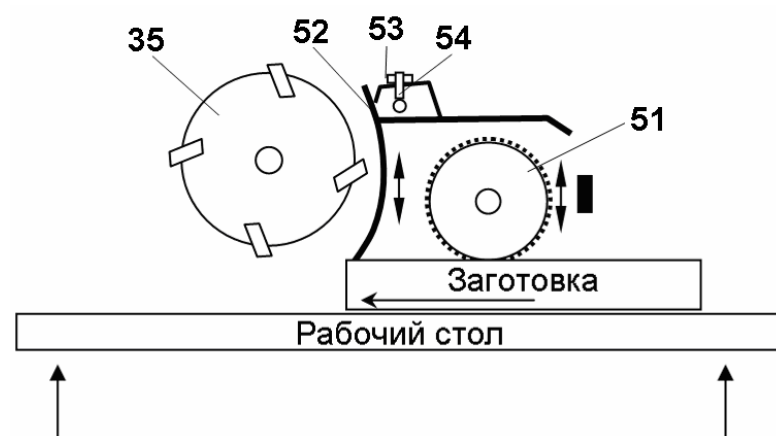

Рис.19
- ослабить положение двух гаек (53);
- регулировочными винтами (54) установить положение стружколома (52). Расстояние между рабочим столом и стружколомом (52) не должно быть меньше, чем высота заготовки минус 3мм.
Для уменьшения нагрузки оператора при ручной подаче заготовки к подающему ролику (51) с максимальной глубиной строгания, Рис.19:
- установите заготовку на рабочий стол, опустите (поднимите) рабочий стол так, чтобы максимально толстая часть заготовки с минимальным зазором проходила между рабочим столом и блоком строгального вала (35), запомните показание шкалы (9);
- продвиньте конец заготовки под стружколом (52), не доходя до ножей строгального вала (35);